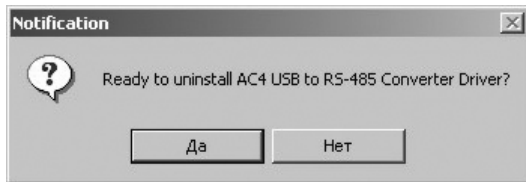

Рис. 7.6. Экранная форма подтверждения удаления драйвера
– подтвердить удаление, нажав кнопку «Да» в появившейся форме (рис. 7.6);